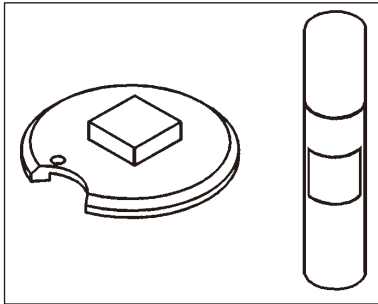

Abb. 19
- Probe mit Cyanacrylatkleber auf dem Probenteller befestigen (→ Abb. 19).